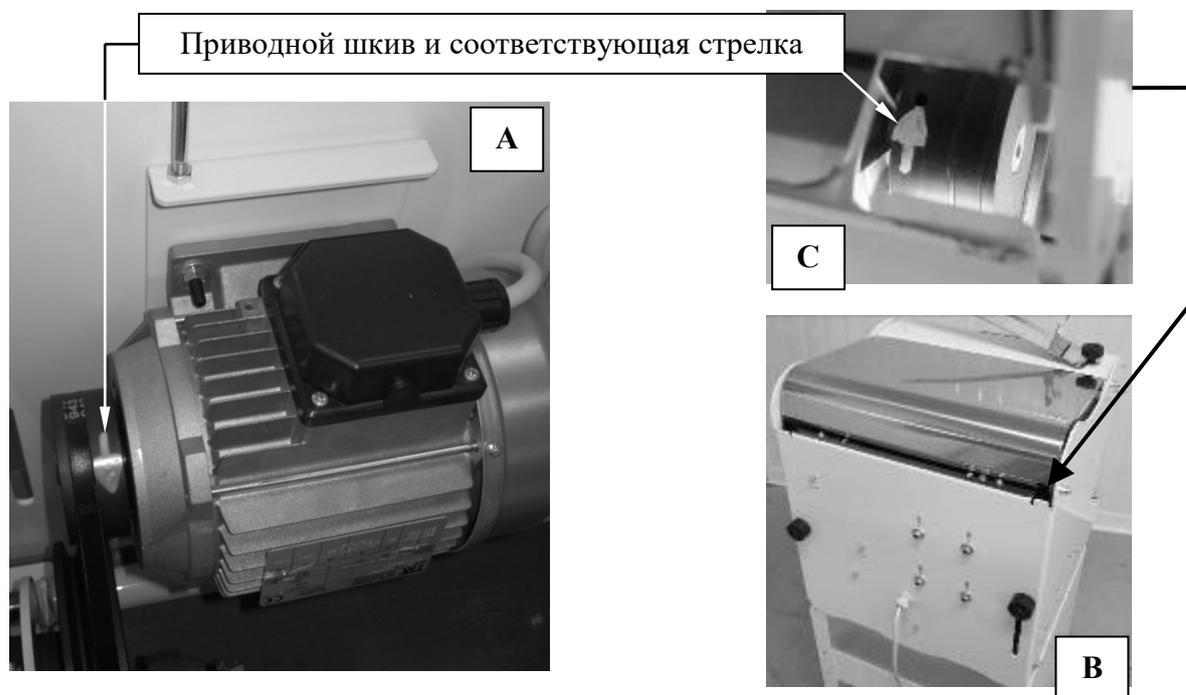

Рисунок 19- Корректное направление вращения
- замена двигателя; в этом случае необходимо опять же проверить корректное вращение двигателя, указанное стрелкой, изображённой на приводном шкиве, который в свою очередь должен быть установлен в вал двигателя, как изображено на Рисунок 19, фото А; если направление вращения некорректно, поменяйте местами фазы во внутренней части штепсельной вилки; никогда и ни в коем случае **не меняйте местами кабель заземления (жёлто-зелёный) и кабеля фаз**. После установки и монтажа машины можно проверить направление вращения, используя зазор, расположенный с левой стороны загрузочного стола (фронтальный вид) (Рисунок 19, фото В - С).